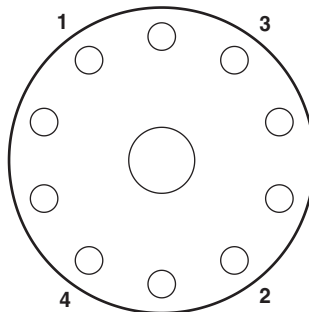
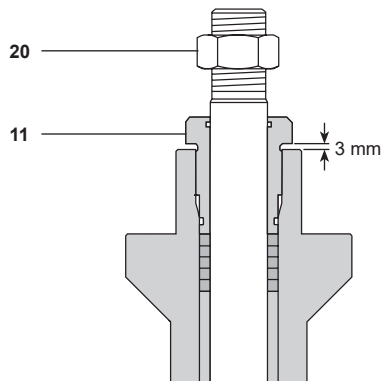

Abb. 15 DN125 bis DN300
Abb. 23
- Eine neue Gehäusedichtung (15) montieren.
- Die Gehäusemutter (21) montieren und von Hand festziehen, um das Oberteil in seiner Einbaulage zu befestigen.
- Eine Last auf die Ventilspindel aufbringen (vorzugsweise den Stellantrieb ersetzen) und dann die Gehäusemuttern nacheinander anziehen (siehe Abbildung 15 und Tabelle 2).
- Die Gehäusemuttern kreuzweise mit 30% des erforderlichen Anzugsmoments festziehen (siehe Abbildung 15 und Tabelle 2).
- Stopfbuchsmutter (11) anziehen bis:
- ii) Graphitdichtung: Es muss ein Spalt von 3 mm zwischen der Unterseite der Stopfbuchsmutter und dem Gehäuseoberteil hergestellt werden. Siehe Abb. 23.
- Kontermutter (20) aufschrauben.